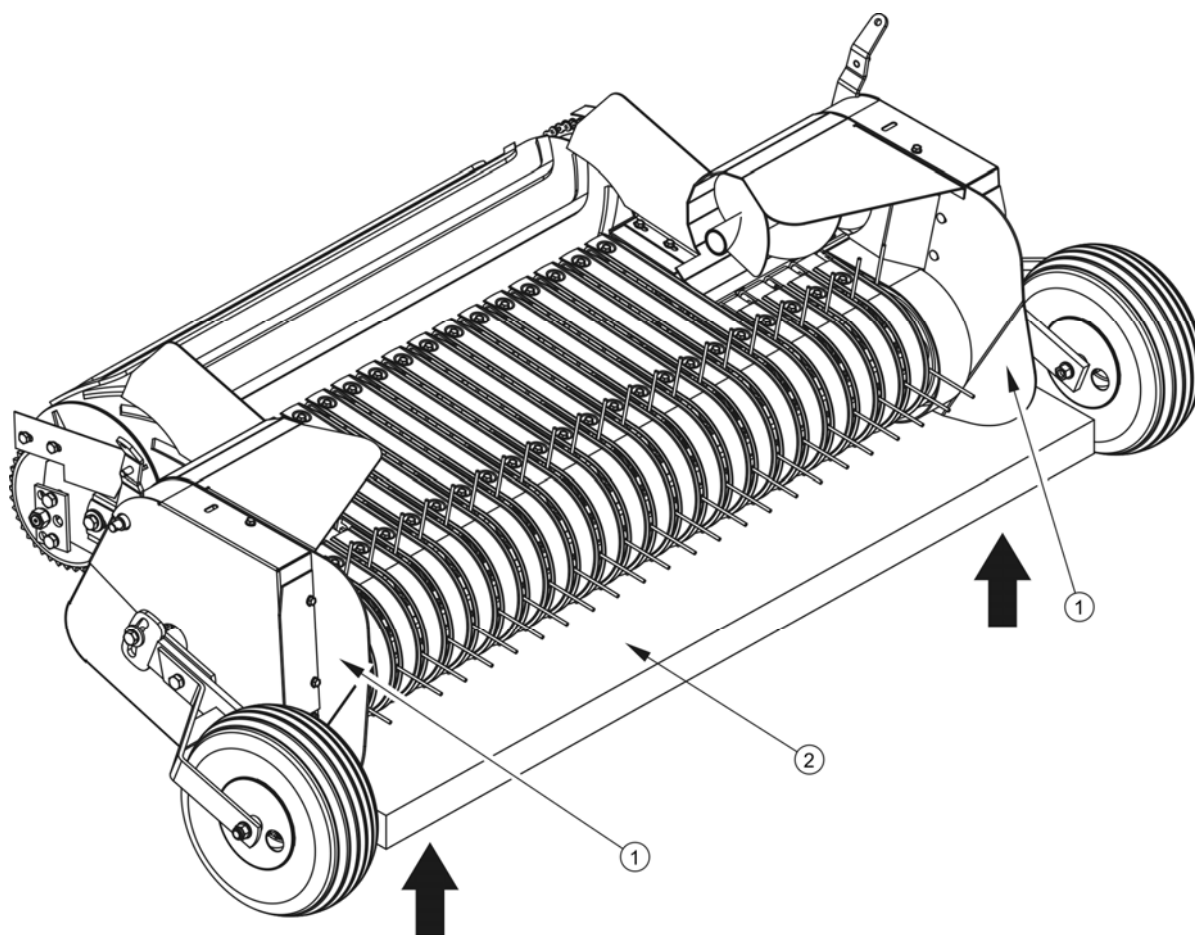

РИСУНОК 5.14 Место регулировки гидроцилиндров
(1) кожух подборщика, (2) доска
- ➔ С левой и с правой стороны подборщика 1 подложить под боковой кожух доску 2, под нее подставить механические или гидравлические подъемники - рисунок 5.14.